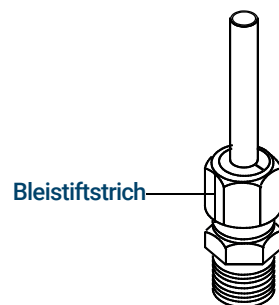

Abbildung 18. Markieren der Armatur
- 7 Markieren Sie die Mutter mit einem Bleistiftstrich. Siehe **Abbildung 18**.